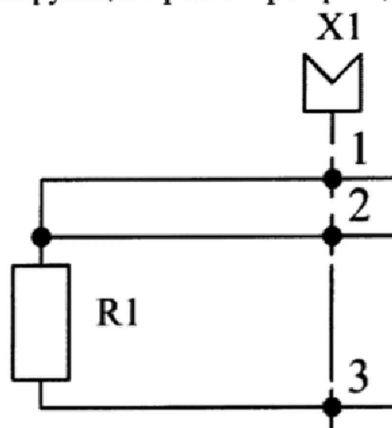

Рисунок 3
7.4.8. Последовательно подключить магазин сопротивлений к Входу 2 – Входу 5 блока 1 и Входу 5 блока 3 и повторить п.п. 7.4.3 - 7.4.7. Входы блока 1, на которых не проводится проверка, должны быть подключены либо к термосопротивлениям с градуировкой типа 50 П по ГОСТ Р 8.625-2006, либо к их имитаторам (рисунок 3).